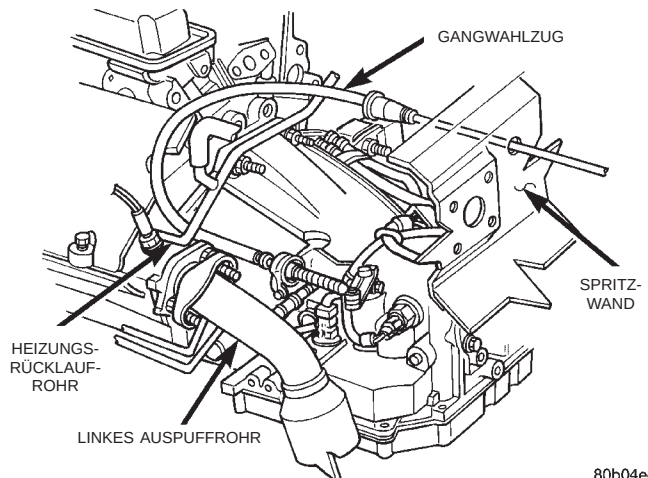

Abb. 25 Gangwahlzug verlegen
(1) Neuen Seilzug von der Unterseite des Fahrzeugs her verlegen. Der Seilzug muß zwischen Motorblock und Heizungsrücklaufrohr hindurchgeführt werden (Abb. 25).